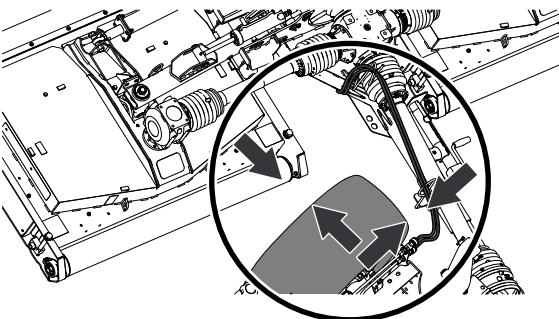

Рисунок 43
- Во время поворота убедитесь в наличии зазора между шиной буксирного автомобиля и компонентами газонокосилки (Рисунок 43).